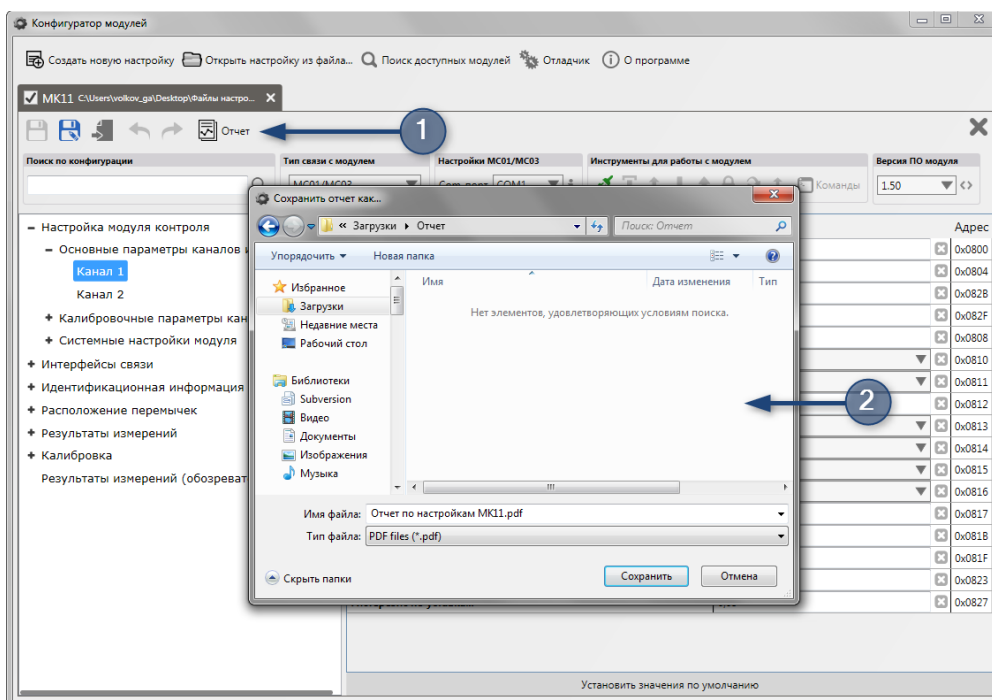

Рисунок 35 - Выбор места сохранения отчета
- 1) нажать кнопку **Отчет** (рис. 35, обозначение 1);
- 2) в открывшемся диалоговом окне выбрать место сохранения отчета (рис. 35, обозначение 2);